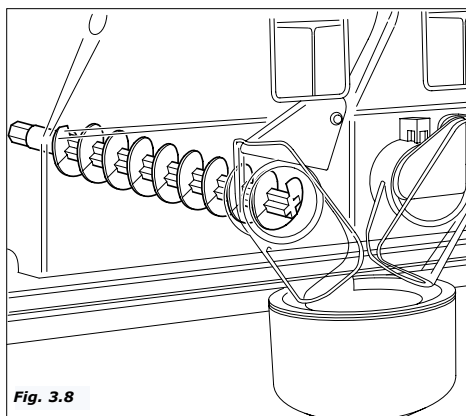

Fig. 3.8
- se activa el motorreductor de producto soluble haciendo girar la espiral del contenedor de producto y dispensando sobre la batidora la dosis programada, (en algunas versiones, primero se dispensa el producto sobre la batidora) (Fig.3.8)